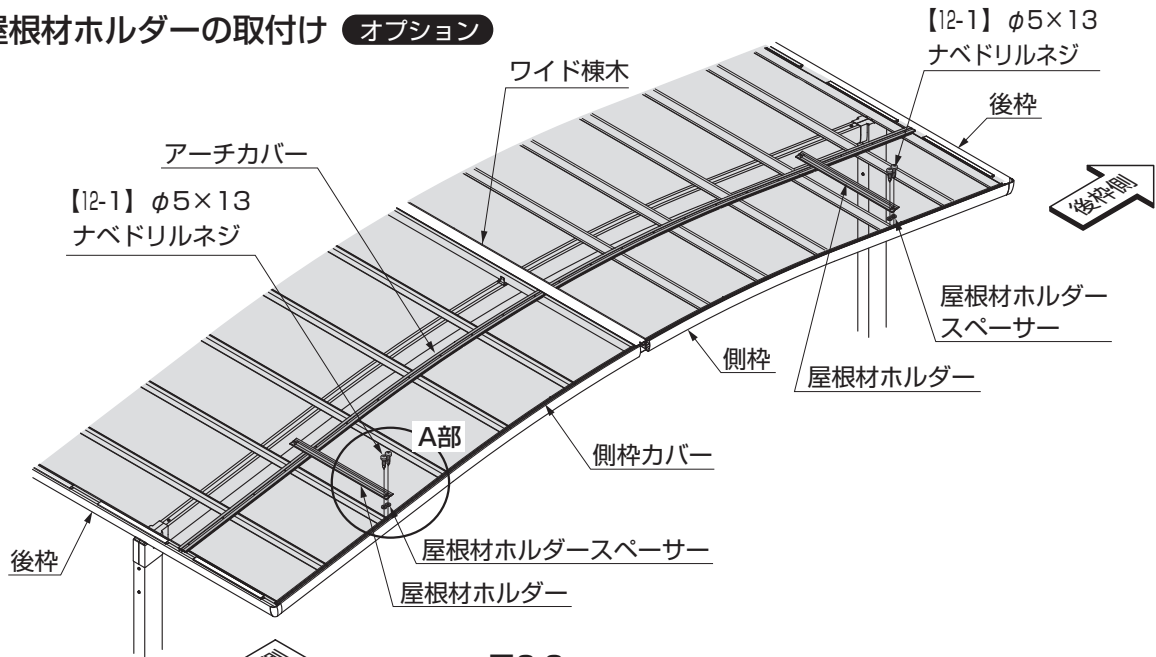

図6-6
①屋根材ホルダーを後杵側から数えて2本目の母屋の真上の位置に【12-1】で取付けてください。(図6-6参照)